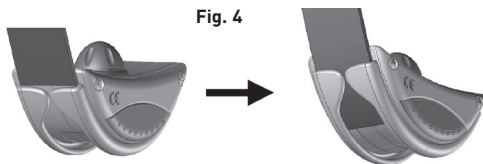

Fig. 4
- Introduzca la correa a lo largo de la caja (cf. Fig. 4).